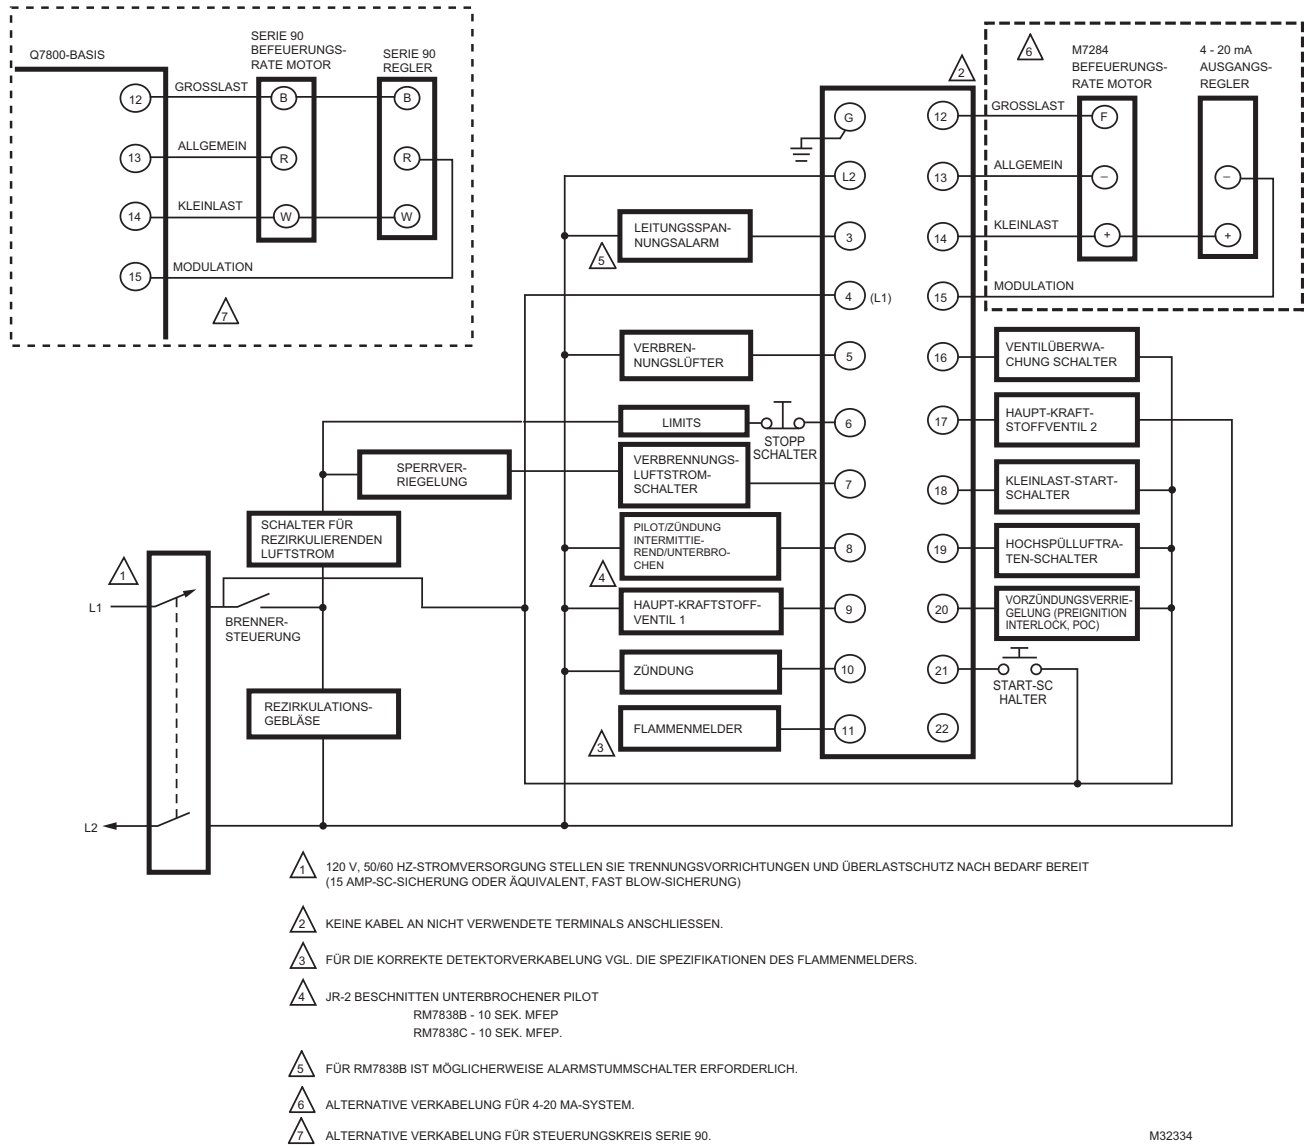

Fig. 4. Sub-base de fixação do RM7838B,C.
1. As conexões de fiação dos módulos de relé são exclusivas; consulte a Fig. 4 ou as especificações apropriadas para saber qual é a fiação de sub-base adequada.
1. Consulte a Fig. 4 para ver a fiação de sub-base adequada.